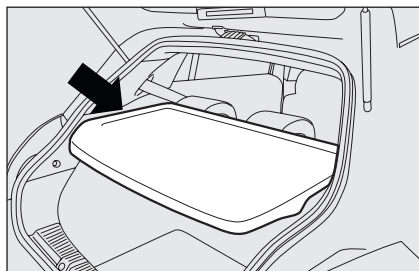
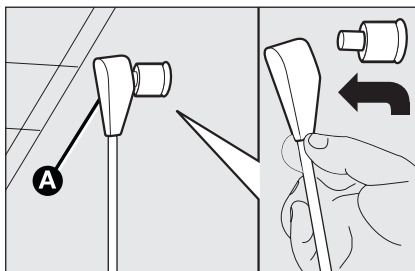

fig. 90
fig. 91
- enlever la plage arrière (étagère arrière) **fig. 90** en dégageant les extrémités supérieures **A-fig. 91** des deux tirants, en défilant les boucles des pivots et en les poussant dans la direction de la flèche;